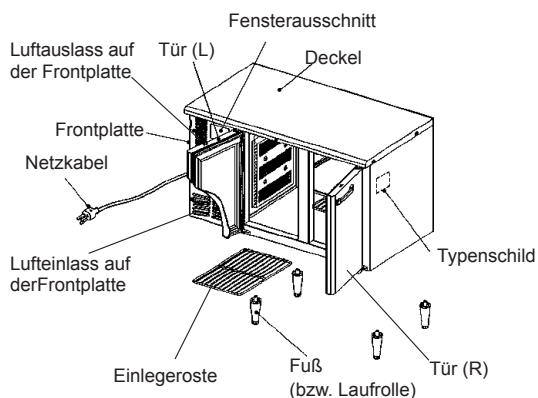

Abb. 1
1. KONSTRUKTION (siehe Abb. 1)